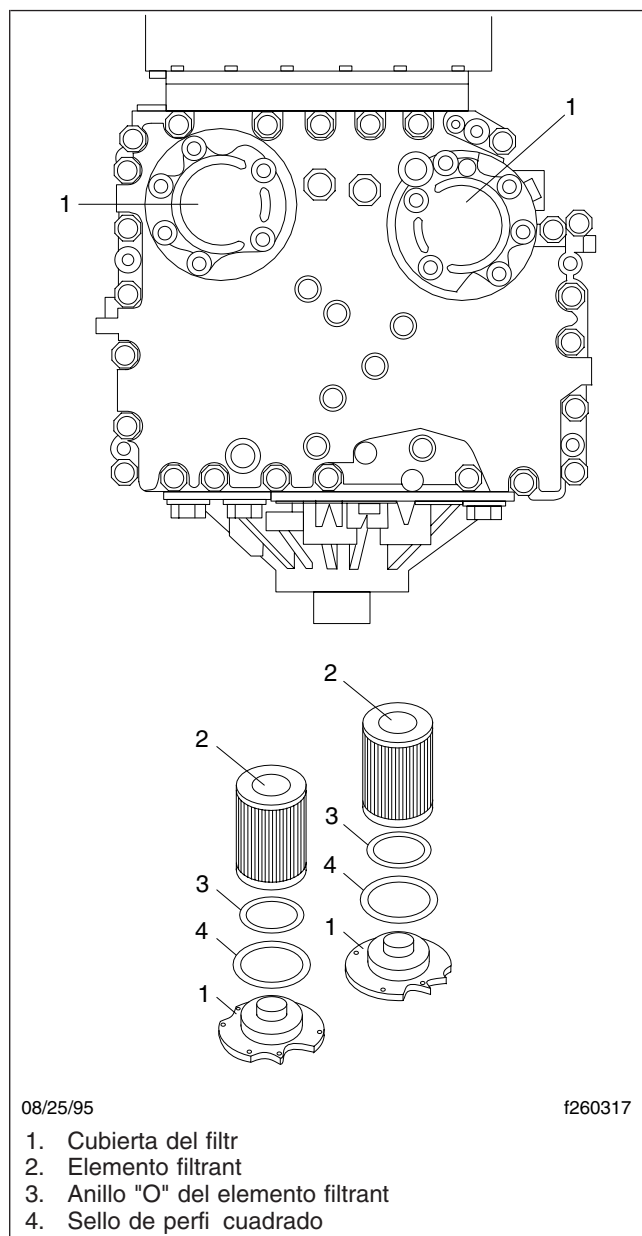

Figura 5, Componentes y ubicación de los filtros de la transmisiones Allison, series MD y HD
- Quite de la transmisión las cubiertas del filtro los anillos "O" y los dos sellos de perfi cuadrado. Vea la Figura 5.